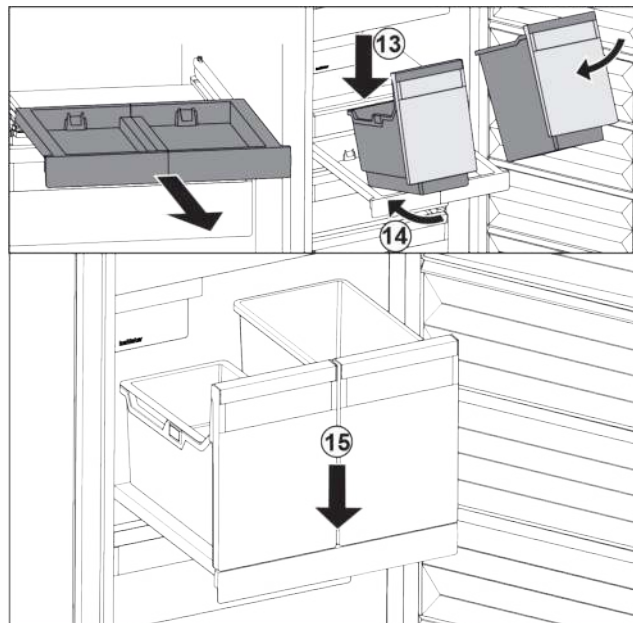

Fig. 110
- Behälter schräg auf das Auszugsbord aufsetzen. Fig. 110 (13)
- Behälter schräg nach hinten einschieben. Fig. 110 (14)
- Behälter vorne absetzen. Fig. 110 (15)